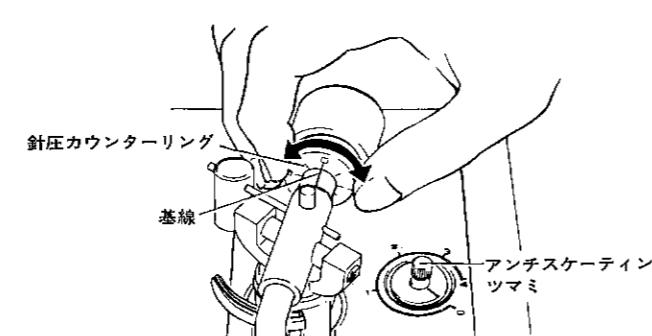

図11
- 7 水平バランスがとれた状態で針圧は0となっていますのでメインウェイト前部の針圧カウンターリングのみを回し、ウェイト軸の基線に“0”を合わせます(図11)。